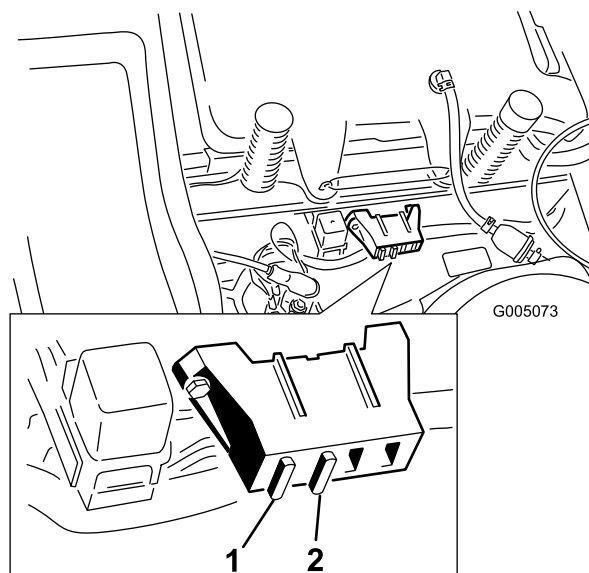

Bild 36
1. Heben Sie den Sitz an, um die Sicherungshalter zugänglich zu machen (Bild 36).
2. Ziehen Sie die Sicherung zum Wechseln heraus (Bild 36).